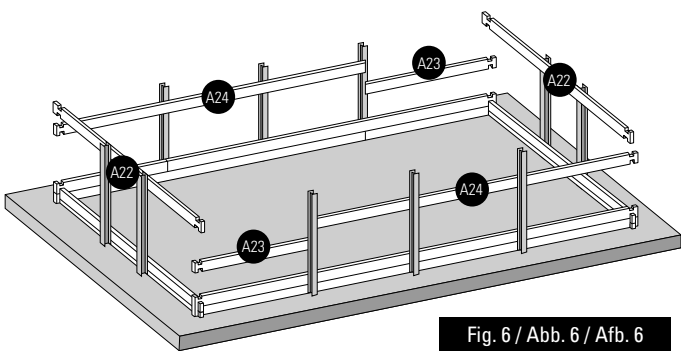

Fig. 6 / Abb. 6 / Afb. 6
- EN** **3rd LAYER OF BOARDS:** Install the third layer of boards as shown in figure 6. The position of the refilling fitting with the key and the skimmer should be defined at the start of the assembly (read the specific paragraphs).
- FR** **3^{ÈME} RANGÉE MADRIERS :** Positionnez les madriers de la 3^{ème} rangée conformément à la figure 6. Vous devez avoir déterminé l'emplacement de la buse de refoulement et du skimmer dès le début du montage (voir paragraphes spécifiques).
- DE** **3. BRETTREIHE:** Platzieren Sie die Bretter der dritten Reihe laut Abb. 6. Zu Beginn der Montage müssen Sie die Lage des Druckventils und des Skimmers festlegen (lesen Sie hierzu die entsprechenden Abschnitte).
- NL** **3ª RIJ PLANKEN:** Plaats de planken van de derde rij zoals te zien is op afbeelding 6. U moet al bij aanvang van de montage bepalen op welke plaats het uitstroommondstuk en de skimmer moet komen (less de betreffende paragrafen).